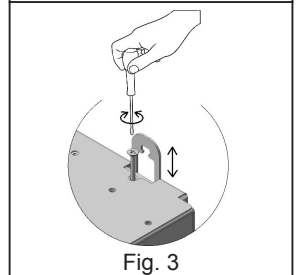

Fig. 3
- b) Medfølgende, nivellerende bagsidebøjle med rawplugs (Fig. 3)